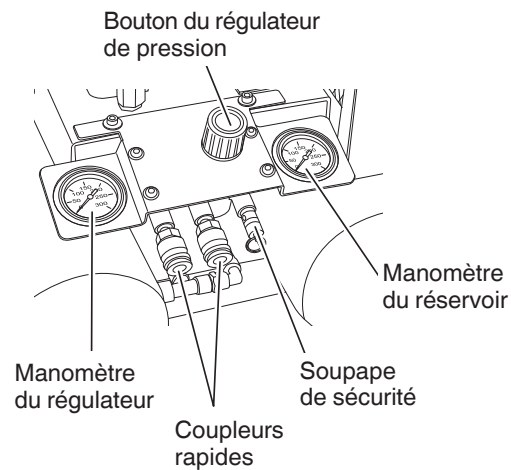

Fig. 2
- Insérez le tuyau dans le coupleur rapide déjà installé sur le compresseur (Fig. 2).